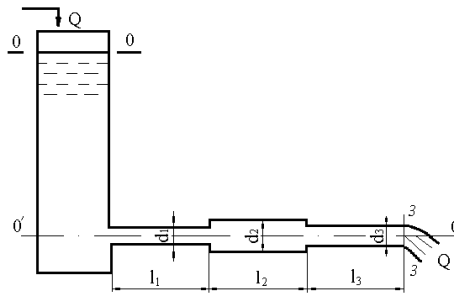

рис. 2
5. Из открытого резервуара, в котором поддерживается постоянный уровень, по стальному трубопроводу (эквивалентная шероховатость $\Delta = 0,1$ мм), состоящая из труб разного диаметра d и различной длины l ($d_1 = 50$ мм, $l_1 = 5$ м, $d_2 = 100$ мм, $l_2 = 2,5$ м, $d_3 = 75$ мм, $l_3 = 3$ м) вытекает в атмосферу вода, расход которой $Q = 10$ л/с, температура $t = 60^\circ\text{C}$ (рис.2).